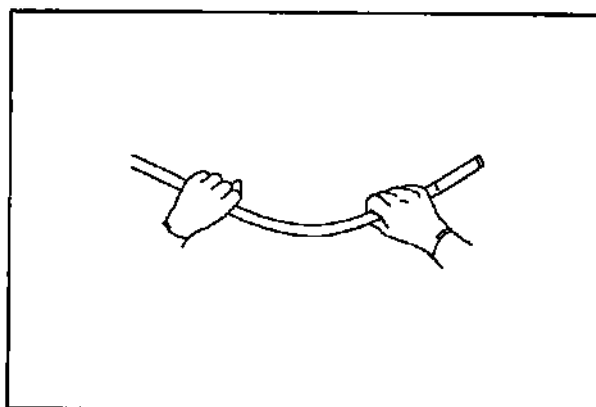

Рисунок 3.5.
3. Переведите вводимую трубку в самое мягкое, затем в самое жесткое состояние. В каждом случае, удерживая вводимую трубку двумя руками на расстоянии 30–50 см от дистального конца, медленно согните ее, как показано на Рис. 3.5.. Убедитесь в том, что фактическая жесткость трубки совпадает с настройкой.